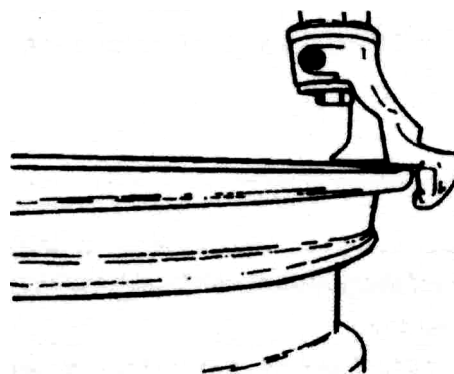

Рис. 12
3. Установите вертикальный шток в рабочее положение, чтобы монтажная головка оказалась около обода колеса. Ролик монтажной головки должен находиться в 2 мм от обода, чтобы избежать царапин (Рис. 12). Поверните рукоятку с зажимом и зафиксируйте шток (в автоматическом станке используется блокирующая ручка 11, рис .3).